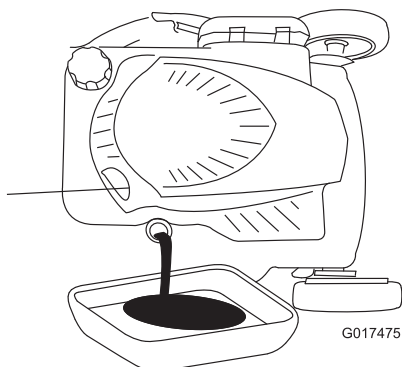

Figure 23
3. Inclinez la machine sur le côté (jauge en bas) pour vidanger l'huile usagée par le goulot de remplissage (Figure 23).